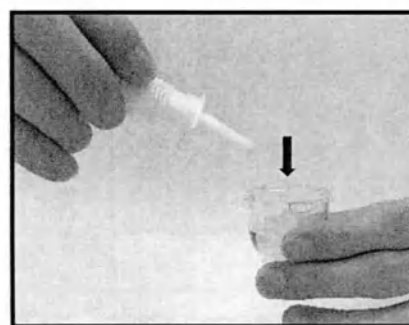

Рисунок 3
- Заполните ёмкость назначенным врачом лекарственным препаратом (рисунок 3). Не переливайте больше максимальной отметки на ёмкости.